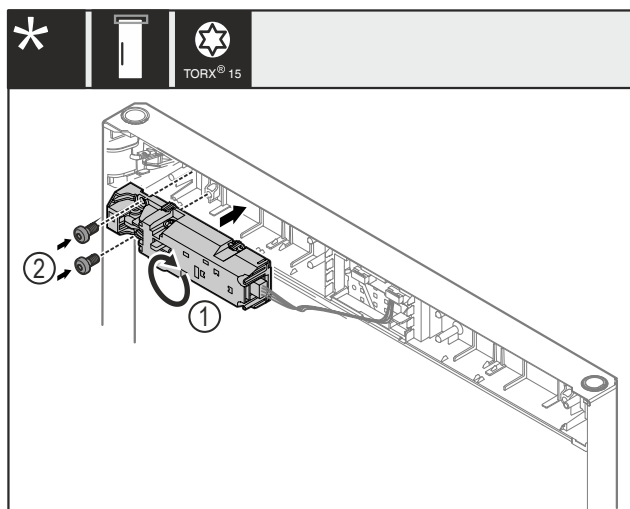

Fig. 23
- Otočte diaľkový zámok Fig. 23 (1) o 180° a namontujte ho na opačnej strane.
- Upevnite diaľkový zámok Fig. 23 (1) skrutkami Fig. 23 (2).